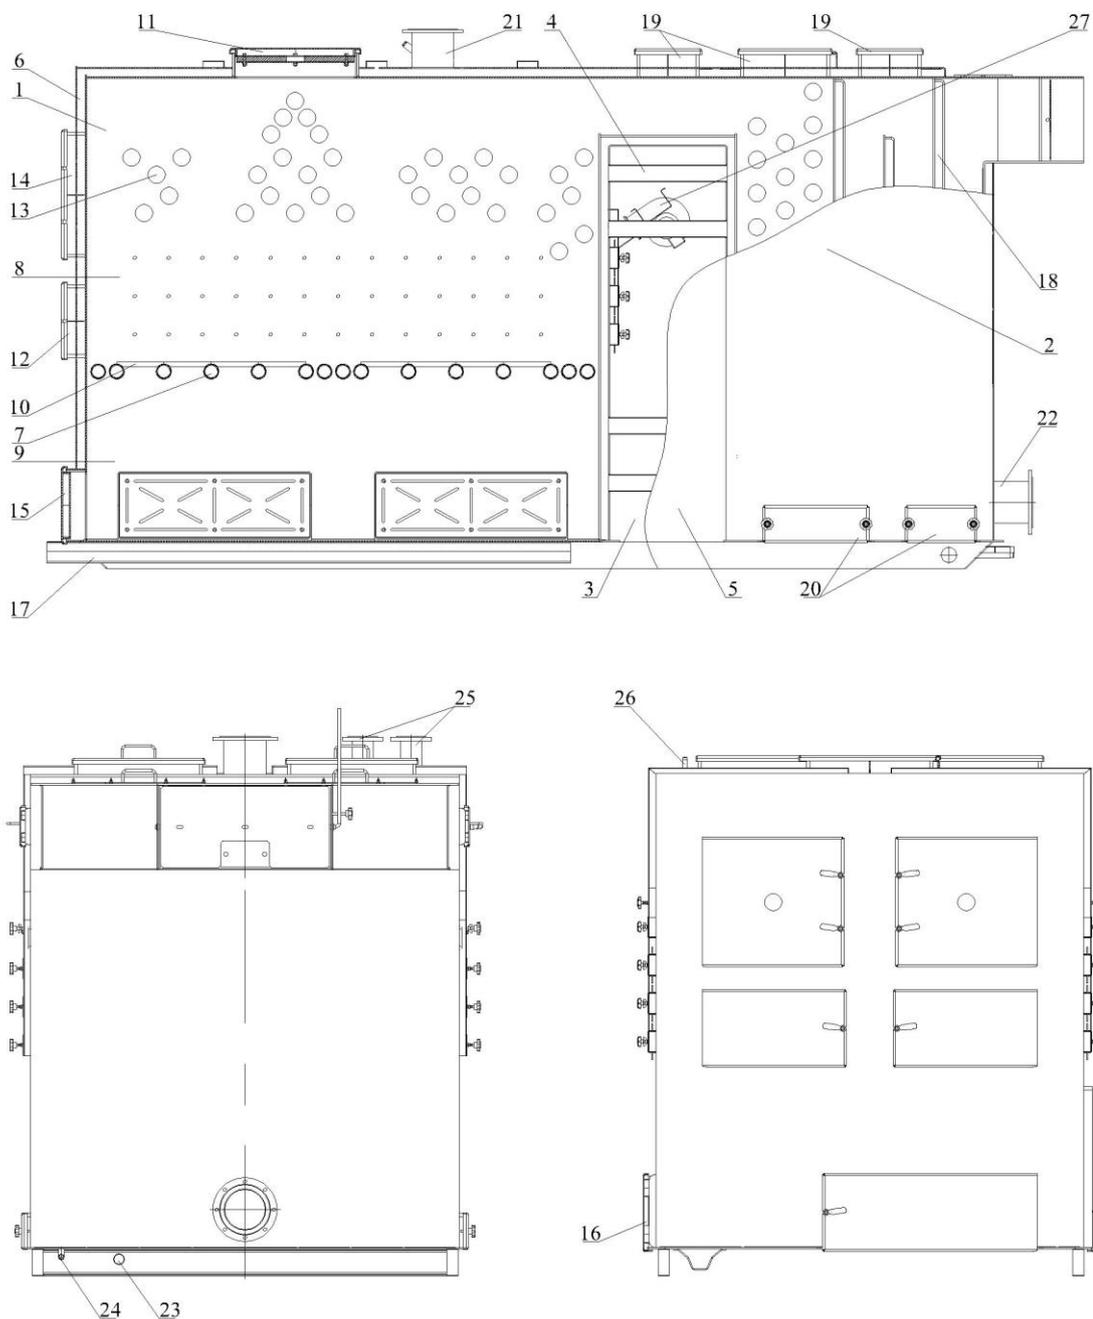

Рис.3 Строение котла модели «Петра 2000-4М»
4.2 **Котел** (Рис.3) представляет собой герметически сварную топку "1", которая колосниковыми трубами "7" разделена на две части - верхнюю "8" и нижнюю "9" камеры сгорания и конвективную часть "2". Между топкой и конвективной частью находится технологический отсек "3" с соединительными трубами "4". Извне технологический отсек защищают декоративные теплоизолированные дверки "5" с жалюзийными решетками. Сам теплообменник представляет собой водную рубашку "6", которая охлаждается водой.